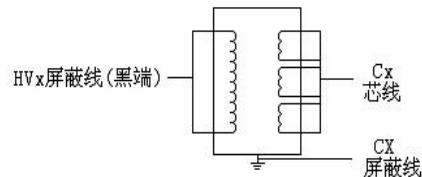

图9 CT接法
(1) 一次侧对二次侧 (电磁式, 没有末屏)
A. 接线见图 9
(2) 一次侧对末屏 (电容式, 有末屏)
A. 接线参考见图 9 Cx 芯线接末屏